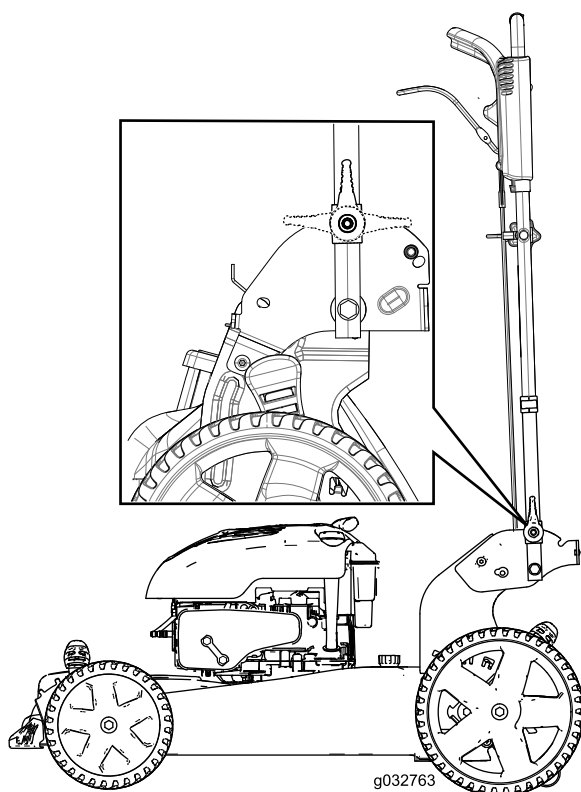

Figure 30
2. Pliez le guidon vers l'avant à la position verticale ou complètement en avant, comme montré à la Figure 30.